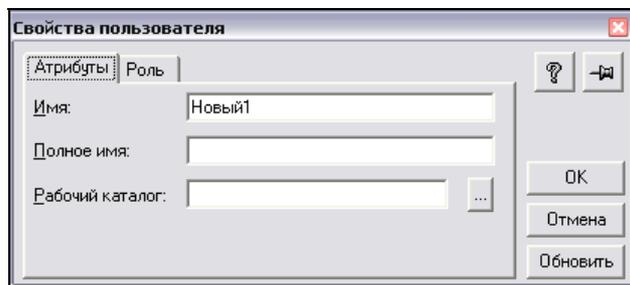

Рис. 5.63. Создаем новую учетную запись пользователя
2. В открывшемся окне следует нажать кнопку **Новый элемент** (рис. 5.63).